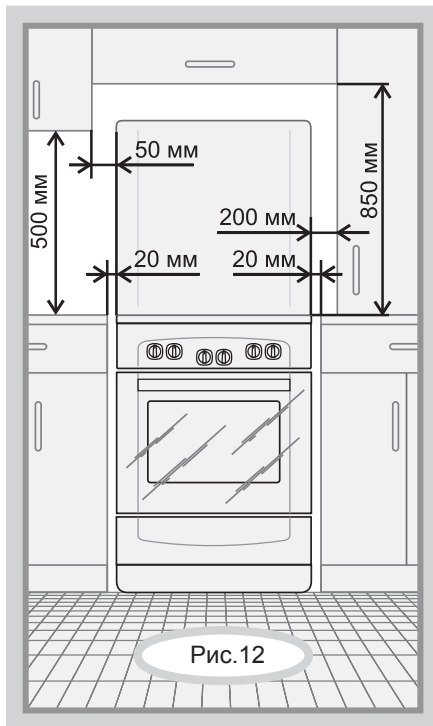

Рис. 12
- Минимальные расстояния, которые необходимо выдержать при установке плиты, показаны на рис.12. Задняя стенка плиты должна отстоять от поверхности стены не менее чем на 50 мм. Кухонные полотенца, шторы и т.п. должны находиться на безопасном расстоянии, исключающем их воспламенение.